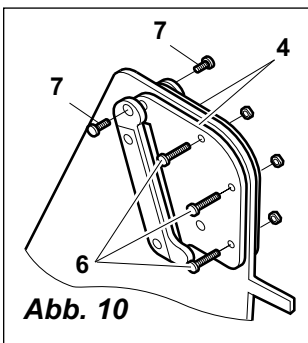

Abb. 10
- Die beiden Lagerplatten **4** werden mit je 3 Sechskantschrauben **6** M6 x 25 mm und Sechskantmuttern M6 sowie mit 2 Sechskantschrauben **7** M8 x 10 mm am Mittelbock festgeschraubt, siehe **Abb. 10**.